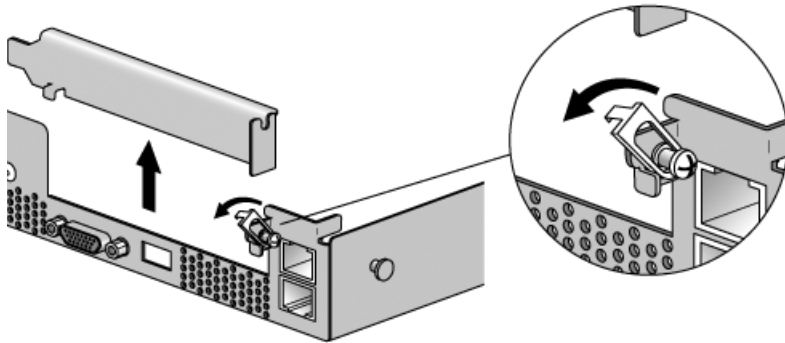

图 4-7 拆除或安装水平 PCI 卡
3. 从服务器后面板的外侧，拧松固定卡锁存器的螺钉（请参见图 4-7）。